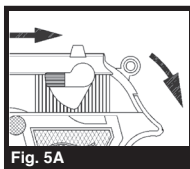

Fig. 5A
- Armez le pistolet en tirant la glissière complètement vers l'arrière et en la relâchant pour qu'elle glisse vers l'avant ou en armant le chien (**Fig. 5A** et **5B**).